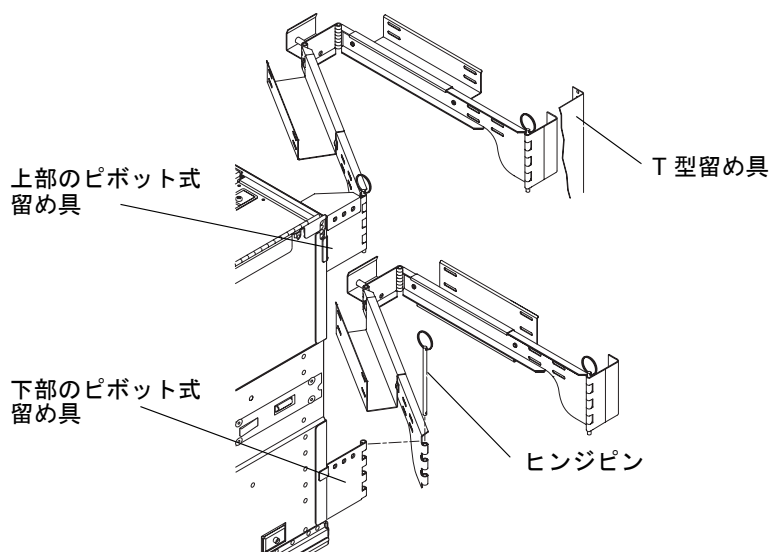

図 14-3 CMA-800
2. 電源ケーブルアームの下部のピボット式留め具からヒンジピンを取り外します (図 14-3)。
3. 電源ケーブルアームを左側の T 型留め具の下部に固定している 2 本の脱落防止機構付きねじを緩めます (図 14-3)。
4. I/O ケーブルアームを左側の T 型留め具の上部に固定している 2 本の脱落防止機構付きねじを緩めます (図 14-3)。
1. I/O ケーブルアームの上部のピボット式留め具からヒンジピンを取り外します (図 14-3)。